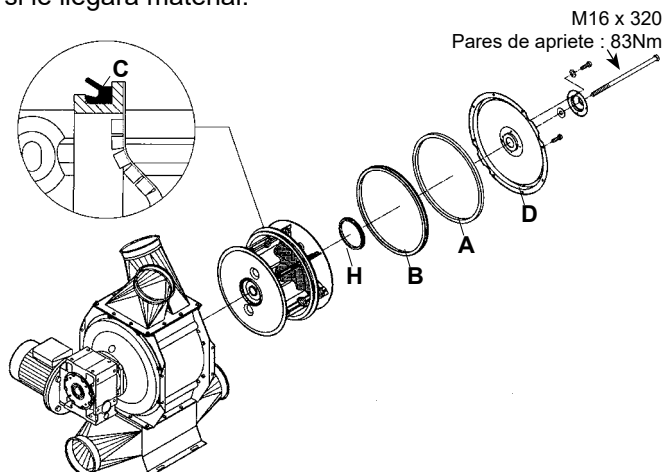

Fig. 5
Existe una junta (C) que va montada en la mitad del rotor, ver fig. 5, y que evita la aspiración de material hacia el ventilador. Es importante que esta junta funcione correctamente, ya que el ventilador puede dañarse si le llegara material.